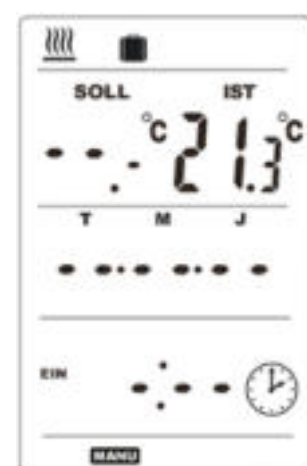

Abb. 14 Urlaubsmodus
- Mit **+/-** den Modus **URLAUB** einstellen (Abb. 14).